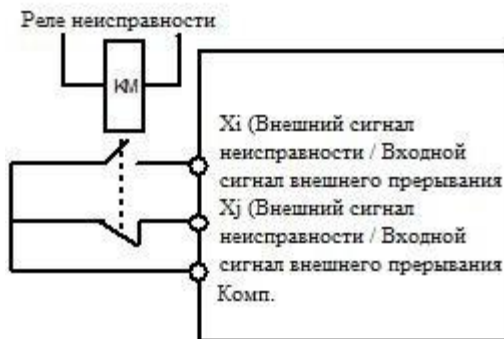

Рисунок 5.3.6 Нормально открыто / Нормально закрыто
- ◆ ЕН0 - внешний сигнал неисправности/ЕН1 внешний сигнал неисправности нормально открыт/нормально закрыто: используется для определения команды внешней неисправности. Если настройка составляет 37 - 38, сигнал неисправности внешнего оборудования может быть введен через клемму. Как только инвертор получает сигнал неисправности, он немедленно прекращает выходной сигнал и отображает последний код неисправности. После удаления внешнего сигнала неисправности необходимо перезапустить инвертор перед повторным запуском. Советы: Показание инвертора не может быть сброшено, если внешний сигнал неисправности не отключен. ЕН0 и ЕН1 не зависят от P3.00 (см. Рис. 5.3.6).
- ◆ ЕЮ - внешний сигнал прерывания/ЕП1 внешний сигнал прерывания нормально открыт/нормально закрыто: во время работы инвертор прекращает выходной сигнал и когда получает внешний сигнал прерывания он работает с нулевой скоростью. Как только сигнал будет удален, инвертор запустится и возобновит нормальную работу. Просьба, обратитесь к примечаниям ЕН0 и выше ЕН1 как показано на Рис. 5.3.6.